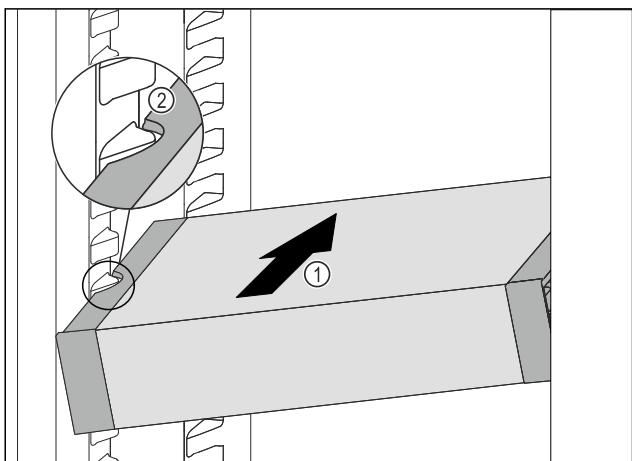

Fig. 104
- ▶ Вставити висувний ящик VarioSafe під кутом в охолоджувальне відділення Fig. 104 (1), доки бокові поглиблення Fig. 104 (2) VarioSafe не будуть розташовані на рівні ребра для ємності в охолоджувальному відділенні.